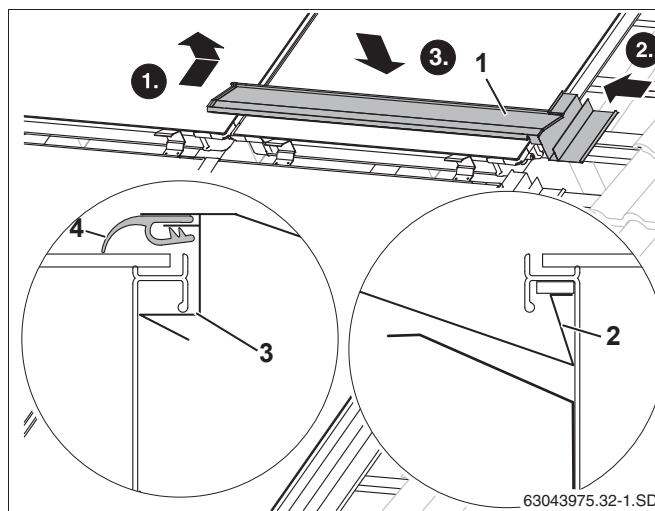

Рис. 51 Установка первого среднего накладного листа
- ▶ Уложите отогнутый край накладного листа (рис. 51, **поз. 2**) в раму коллектора.
- ▶ Подведите накладной лист (рис. 51, **поз. 1**) к коллектору и вставьте в правой боковой накладной лист.
- ▶ При нажатии на лист он входит под раму коллектора (рис. 51, **поз. 3**).
- ▶ Сверху на коллектор нужно уложить и вытянуть резиновый язычок (рис. 51, **поз. 4**).